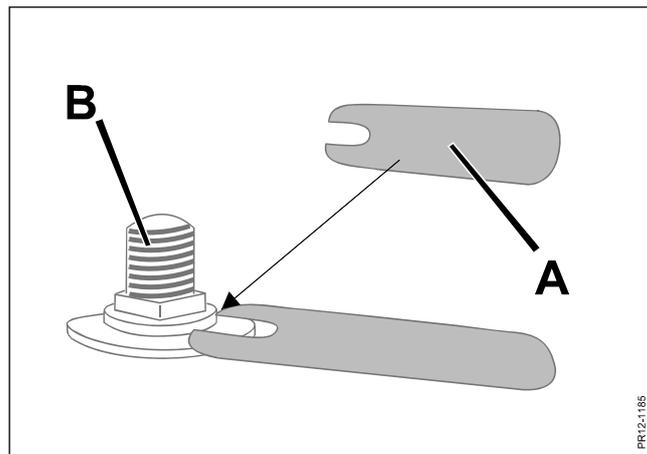

Fig. 5-11
- Fig. 5-11** Lors du remplacement des couteaux, contrôler régulièrement tous les boulons des couteaux **B** sur les disques avec la jauge **A** (dans le lot des pièces détachées).